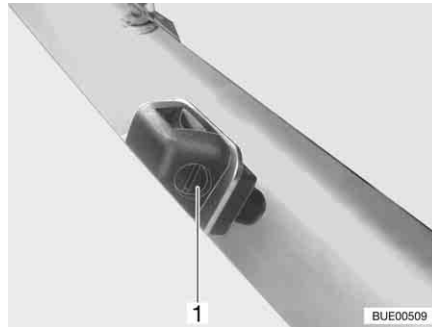

Fig. 42 Ugelli lavavetro
- Servendosi di un cacciavite appropriato, girare la vite di regolazione (Fig. 42,1) fino a raggiungere la posizione desiderata.